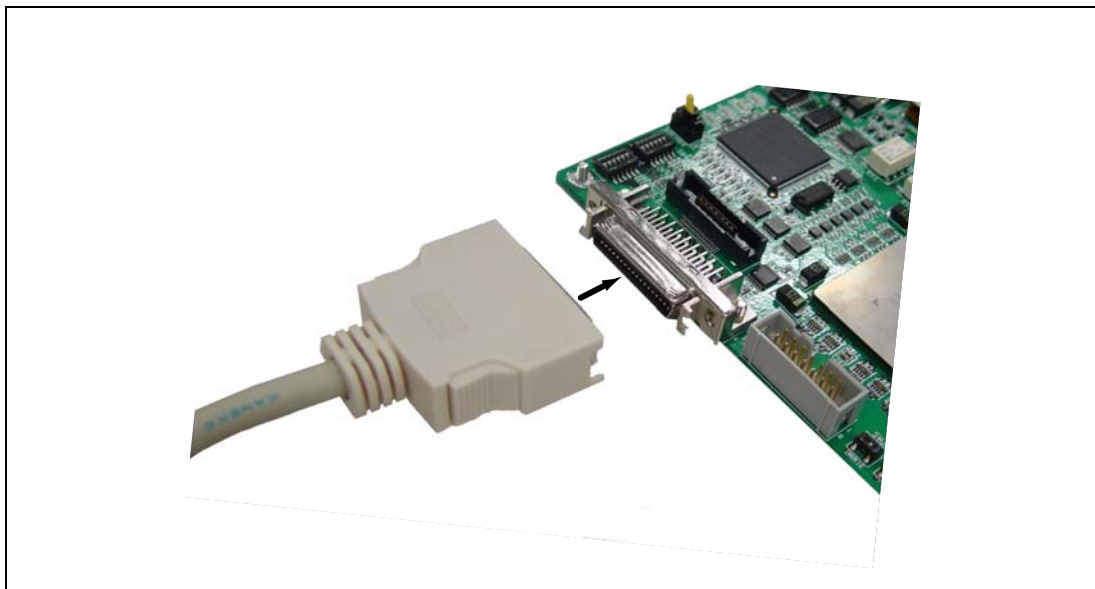
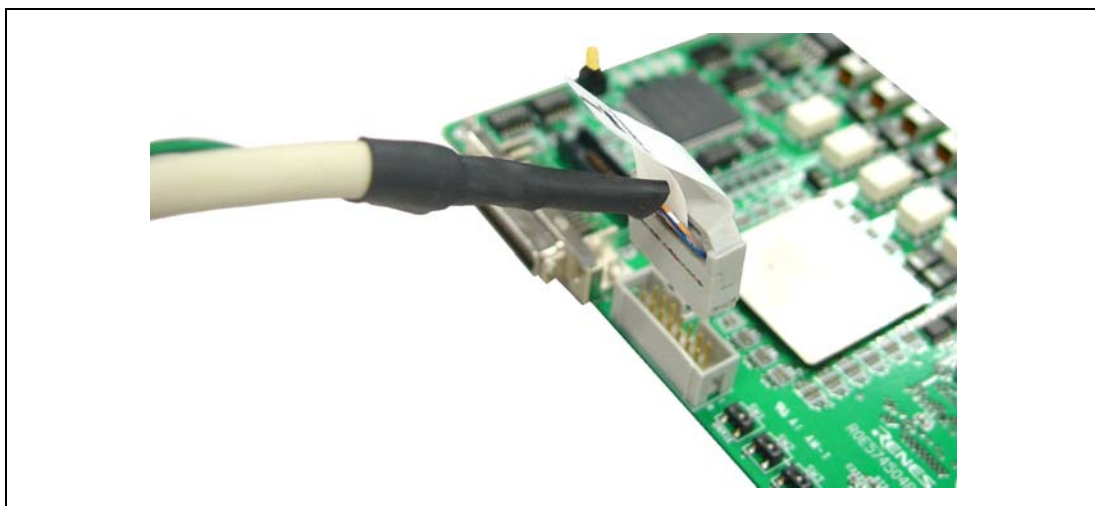

図 2.3 デバッグ MCU ボードとユーザインタフェースケーブル(36 ピン)の接続
図 2.4 デバッグ MCU ボードとユーザインタフェースケーブル(14 ピン)の接続
2. 図2.3、図2.4のようにユーザインタフェースケーブルの14ピンコネクタまたは36ピンコネクタをデバッグMCUボード上のH-UDIインタフェースコネクタに接続してください。